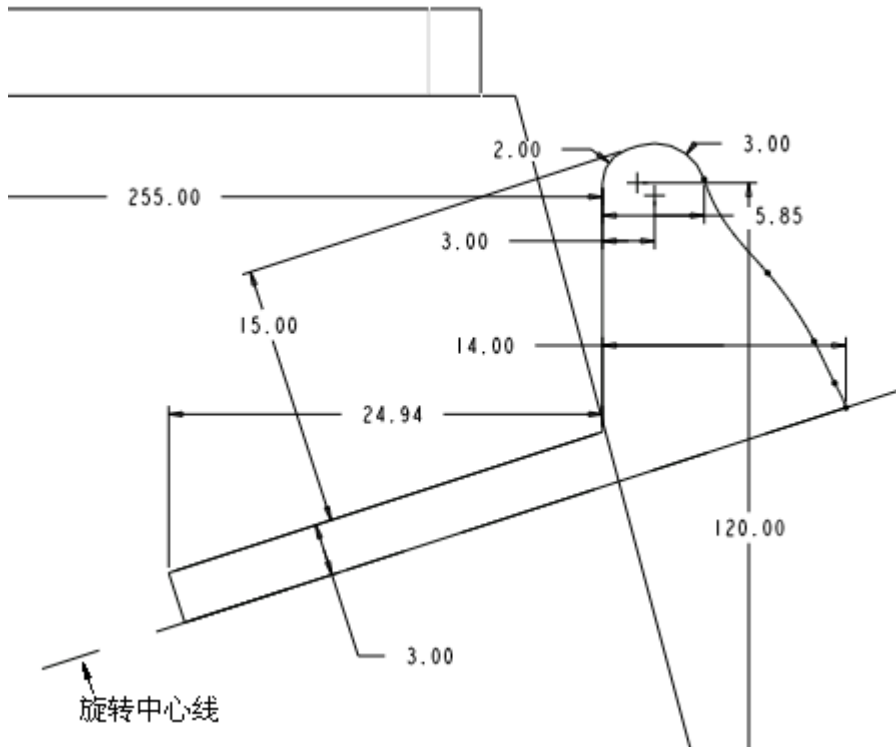

图 50-24
- (1) 单击旋转工具按钮 ，打开旋转特征操控板，单击草绘截面按钮 ，打开【剖面】对话框。
- (2) 选择 RIGHT 基准面为草绘平面，TOP 基准面为视图方向参照。
- (3) 单击【剖面】对话框中的【草绘】按钮，系统进入草绘工作环境。
- (4) 绘制如图 50-24 所示的一条中心线和旋转截面，然后单击草绘命令工具栏中的  按钮。